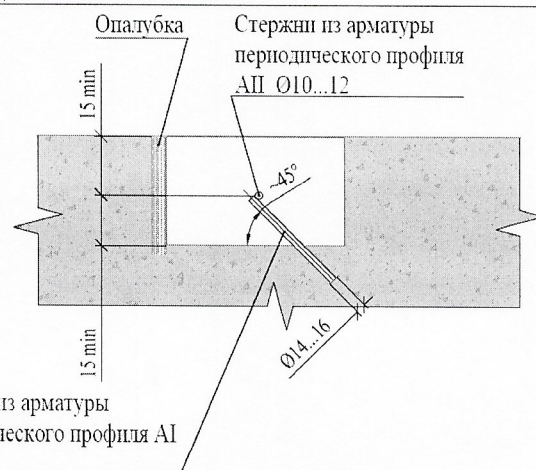

Рис.3
- При глубине ремонта 5 см и более в полки ремонтируемого участка установить (при необходимости) анкера из арматурной стали периодического профиля диаметром 10-12 мм под углом 45° к плоскости полки участка ремонта (рис. 3). Установку анкеров следует осуществлять в заранее высверленные перфоратором отверстия диаметром равным диаметру анкера + (минимум) 4 мм и глубиной 7-10 см. Для анкеровки использовать соответствующую этим требованиям и ГОСТ 34277-2017 анкерную тонкодисперсную смесь **Stabilcem** или химические анкера линейки **Mapecfix**.
- Установить мягкую опалубку (рис. 3) с пропиткой антиадгезионным составом.